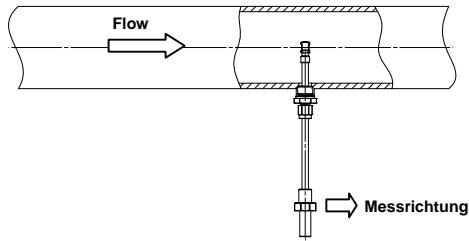
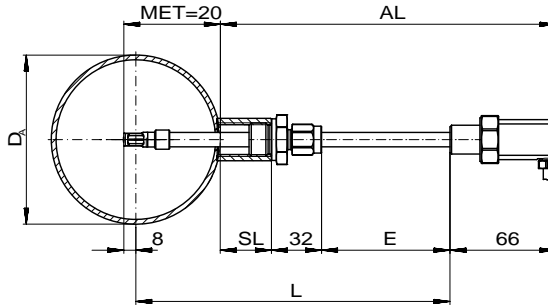

Abbildung 1: Positionierung im Rohr
Abbildung 3
Der Sensor misst die Strömungsgeschwindigkeit nur in der auf Gehäuse und Sensorkopf angezeigten Richtung (Pfeil) korrekt. Daher ist darauf zu achten, dass der Sensor richtig zur Strömungsrichtung ausgerichtet wird (siehe Abbildung 1), wobei eine Verkippung bis zu  $\pm 3^\circ$  zulässig ist3.
Die Mitte des Kammerkopfs, auf die sich auch die Längenangabe L des Fühlers bezieht (siehe Abbildung 3), stellt den eigentlichen Messort der Strömungsmessung dar und sollte möglichst günstig in der Strömung, also in der Rohrmitte, platziert sein (siehe Abbildung 1).
Der Sensor wird mithilfe seiner integrierten Durchgangsverschraubung (DG) auf das Rohr montiert. Typischerweise wird hierfür eine Muffe als Anschlussstutzen auf ein Loch in dem mediumführenden Rohr geschweißt, in die das Außengewinde  $G\frac{1}{2}$  der DG eingeschraubt wird (siehe Abbildung 3).